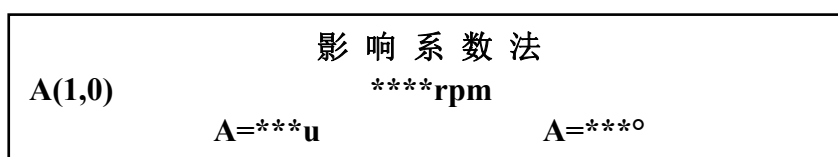

图 4-35
按|执行|键，屏幕显示如图 4-35。
(3) 在图 4-35 中，当转速值稳定在动平衡转速，振动值 A、角度值φA 读数稳定时，按|保持|键锁定读数，屏幕的右上角显示“**”。